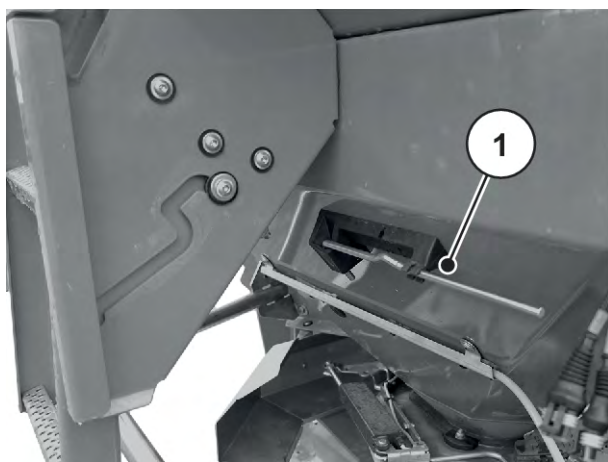

Рис. 26: Розташування регульовального важеля AXIS xx.2
- ▶ Знову вставте важіль регулювання в передбачене для нього кріплення. Див. *Рис. 26 Розташування регулювального важеля AXIS xx.2*